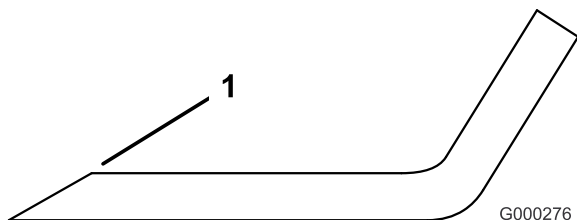

Figura 29
3. Esamine i taglienti di tutte le lame, e affilatele se fossero ottusi o scheggiati. Affilate soltanto la parte superiore del tagliente e mantenete l'angolo di taglio originale per garantire l'affilatura (Figura 29). La lama rimane bilanciata soltanto se viene rimossa una quantità uguale di metallo da entrambi i taglienti.